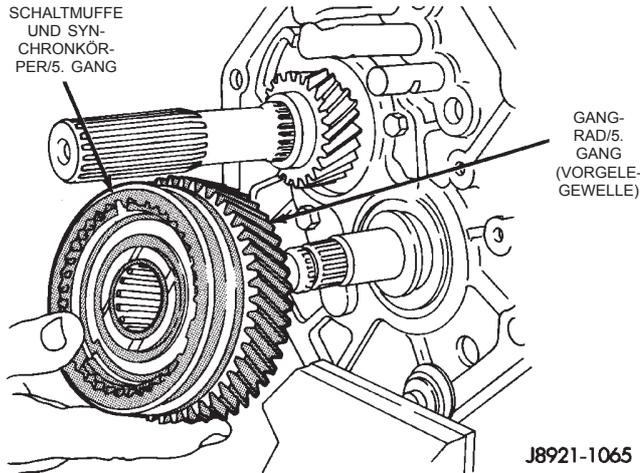

Abb. 98 Schaltgruppe/5. Gang einbauen
(29) Die Schaltgruppe für den fünften Gang auf der Vorgelegewelle anbringen (Abb. 98).